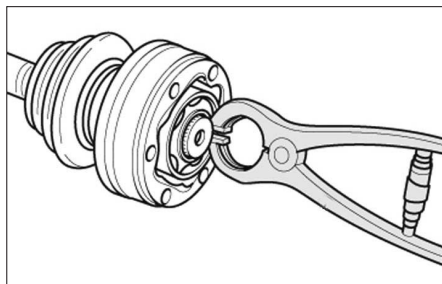

FIG. 8
- le circlip à l'intérieur du joint, à l'aide d'une pince appropriée (Fig.8).
- Monter un circlip neuf en bout de l'arbre (Fig.8).